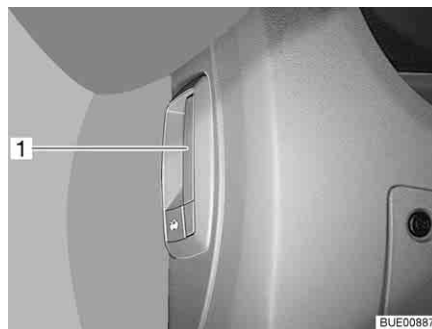

Fig. 38 Leva di sbloccaggio cofano motore (nel veicolo)
- Tirare la levetta (Fig. 38,1) situata sotto a sinistra o di lato accanto al cruscotto.